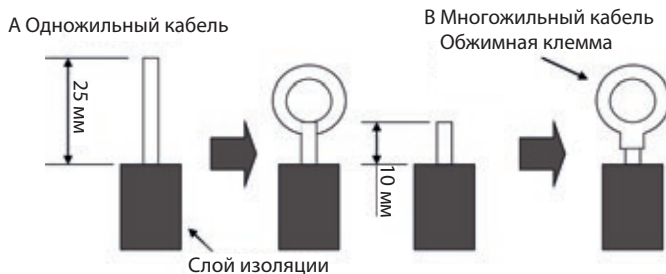

Рис. 23
1. В случае одножильного провода (см. рис. 23)
2. В случае витого провода (см. рис. 23)